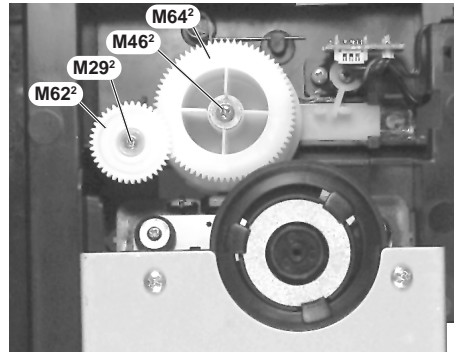

Fig. 17
- Die Schrauben M29², M46² heraus-schrauben, das Zahnrad M62² und das Kurvenrad M64² abnehmen (Fig. 17).
- Undo screws M29², M46², take out gearwheel M62² and cam M64² (Fig. 17).